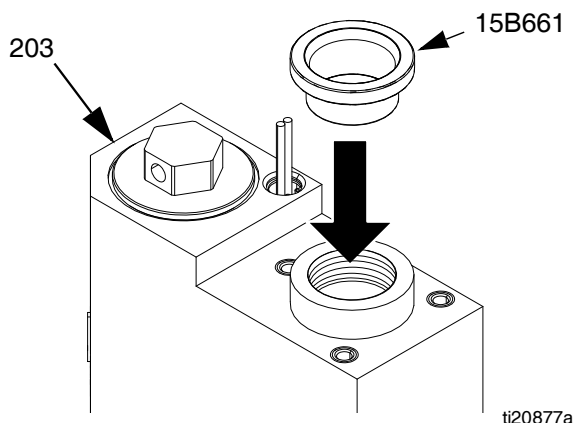

FIG. 30
1. Pour protéger les joints des filetages tranchants, placer l'outil 15B661 d'installation du joint dans l'alésage du presse-étoupe. Voir la FIG. 30.
7. Remettre l'écrou de retenue (235). Voir la FIG. 30.